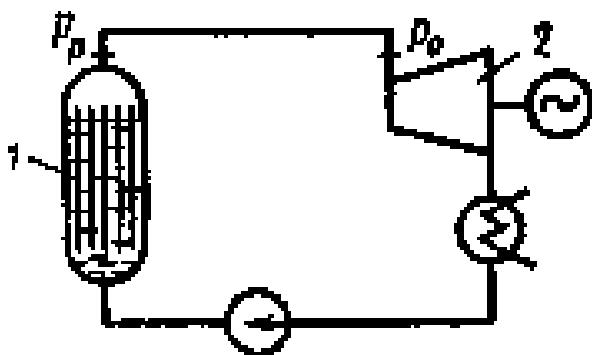

Рис. 1.2.
2. Давление пара на входе в турбину 2 (рис.1.2) атомной электростанции (АЭС) по паспортным данным $p_0=6,65$ МПа. Давление пара на выходе из реактора 1 измерено манометром, градуированным в технических атмосферах, и равно $p_{\text{ман}}=68,6$ ат (избыточное давление) при показании барометра в помещении АЭС $B = 745$ мм рт. ст. Для обеспечения соблюдения паспортных данных турбины оценить максимально допустимую потерю давления Δp (МПа) в трубопроводе.